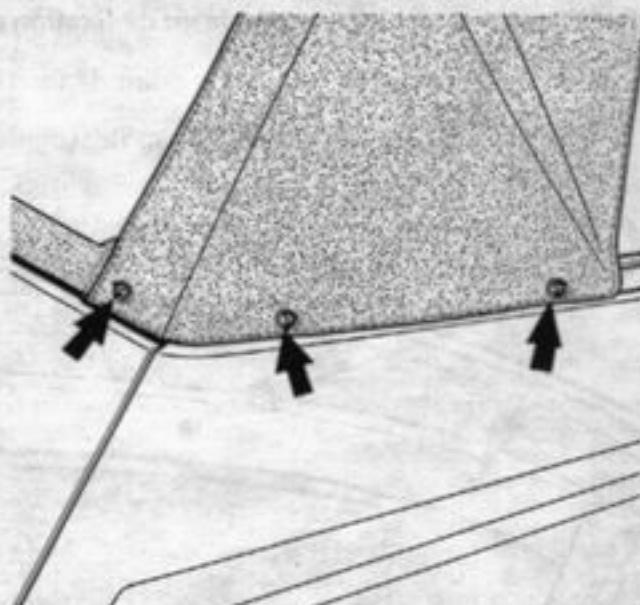

Figure 17
- Déposer les vis de maintien des parties latérales de capote, (figure 17)
- Fixer les parties latérales AR de capote, (figure 17)